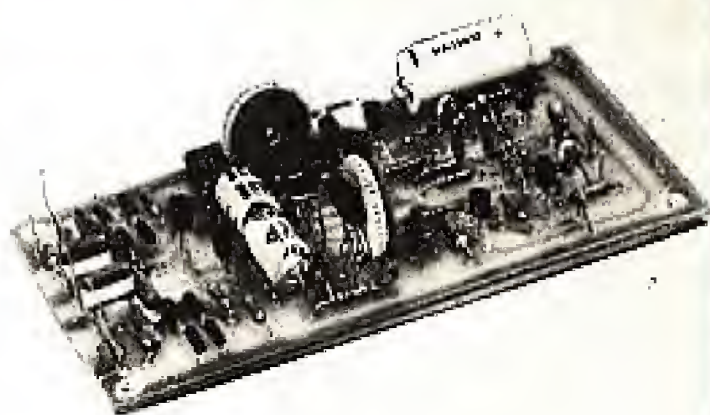

Fig. 23
- figure 23 : photographie des préamplis.